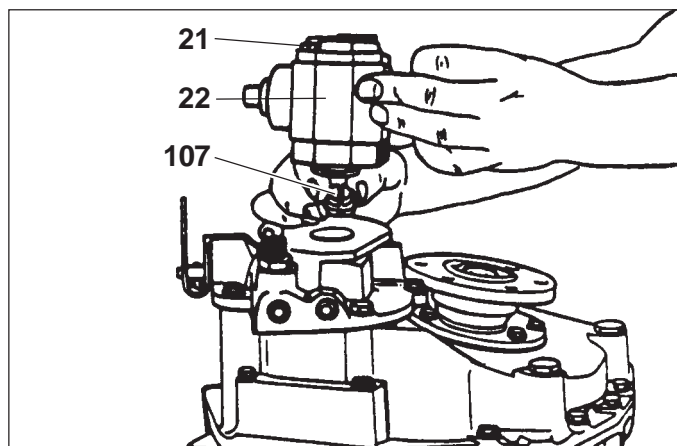
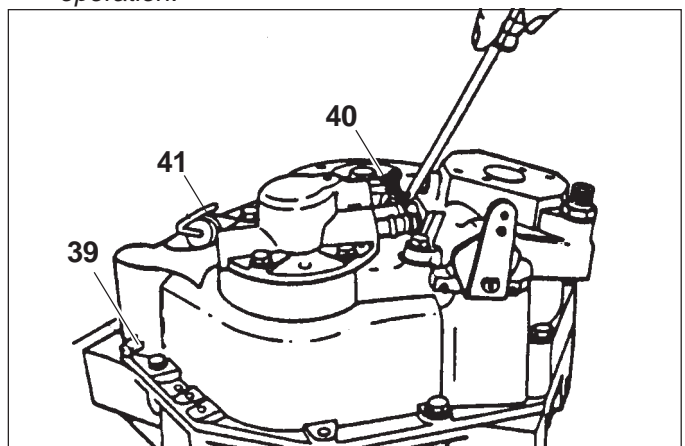
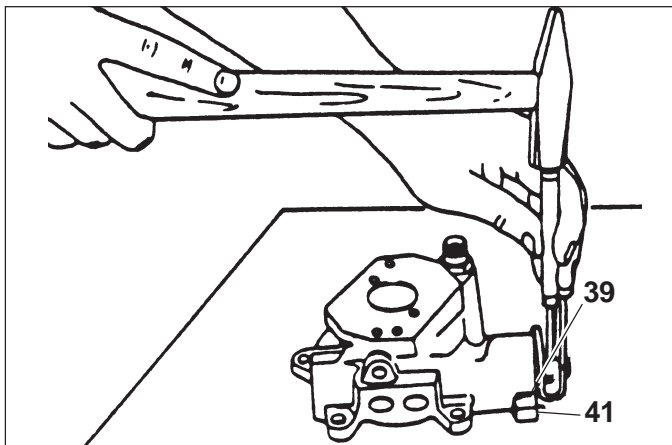

Fig. 5
Fig. 6
Fig. 7
- 1) Svitare le viti (21) assieme alle rosette (20), e togliere la pompa olio (22). Estrarre il giunto (107) (Fig. 5).
- 2) Svitare e togliere il tappo di sfiato (39), l'asta di livello olio (41), i tappi (36), (55) e (14) con guarnizione (113).
- 3) Svitare dalla carcassa inversore la vite (40) (Fig. 6).
- 4) Svitare le viti (11), (35) con rosetta (12) e separare il corpo distributore (7). Togliere l'anello OR (42) che in fase di montaggio dovrà essere sostituito con uno nuovo.
- 5) Dal corpo distributore (7), togliere la spina (2), smontare la leva (1), asportare la sfera (30) e la molla (31) (Fig. 7).
- 1) Unscrew bolt (21) with washer (20), and remove oil pump (22). Extract pump coupling (107) (Fig. 5).
- 2) Unscrew and remove breather (39), oil level gauge (41) and plugs (36), (55), (14) with seal ring (113).
- 3) Remove screws (40) from housing. (Fig. 6).
- 4) Unscrew bolt (11), (35) with washer (12) and separate oil pump and distributor mounting (7) from gearbox housing.
- 5) Remove the oil seal ring (42) which, during re-assembly must be changed for a new one.
Remove elastic dowel (2) from selector valve spool (8), drive off selector valve lever (1), than remove ball (30) and spring (31) (Fig. 7).